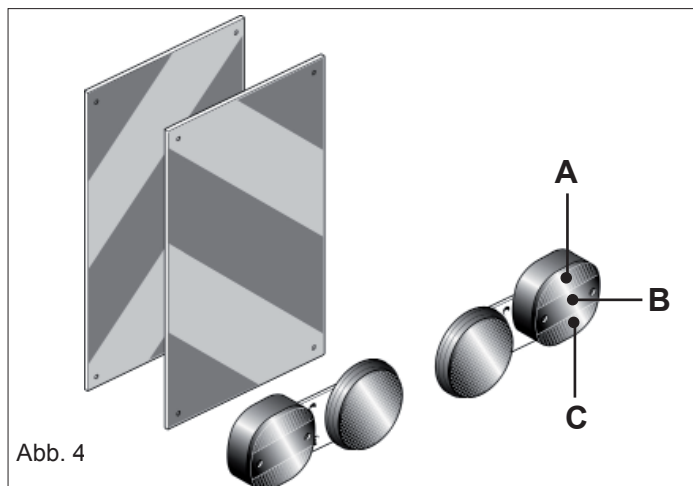

Abb. 4
- 8) Wenn die geschleppten oder an dem Schlepper angebrachten Ausrüstungen und Geräte die Sichtbarkeit der Signalisierungs- und Beleuchtungsvorrichtungen des Schleppers verdecken, müssen diese Vorrichtungen auch an den Ausrüstungen angebracht werden, wobei die Vorschriften der im jeweiligen Anwendungsland geltenden Straßenverkehrsordnung zu beachten sind. Beim Gebrauch ist zu kontrollieren, daß die Anlange einwandfrei funktioniert. Nachstehend wird die korrekte Sequenz der Leuchten angegeben (Abb. 4):